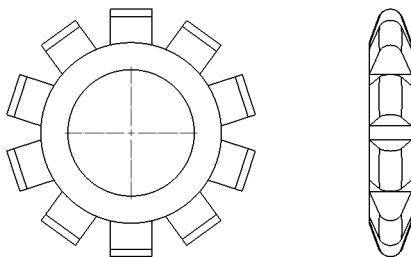

图 12-40 打开工程图文件
(1) 单击常用工具栏中的【打开】按钮，打开一幅工程图文件，如图 12-40 所示。